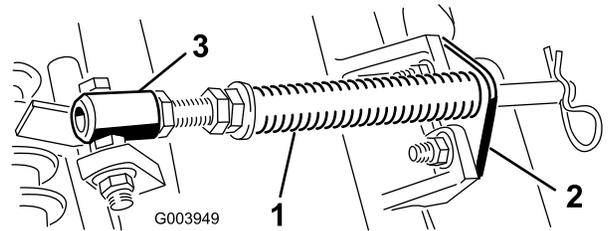

图4
- A. 拆下把杆支架固定到滚刀组凸耳上的 2 个车身螺栓和螺母（图 4）。
- B. 拆下将弹簧管栓固定到承载架凸耳（图 4）上的凸缘螺母 拆下组件。